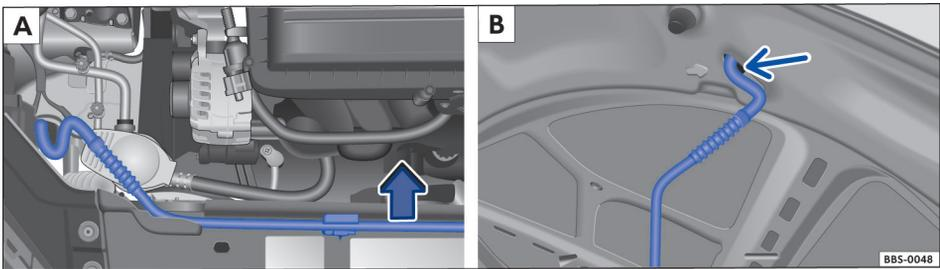

图 103 A: 发动机舱内舱盖支撑杆的支座; B: 支起的发动机舱盖
- 将发动机舱盖支撑杆沿箭头方向从支座中取出 ⇒ 图 103 A，然后插入发动机舱盖上的开口内 ⇒ 图 103 B (箭头)。
- 摘下发动机舱盖支撑杆，然后卡入前围支架中的支座内 ⇒ 图 103 A。